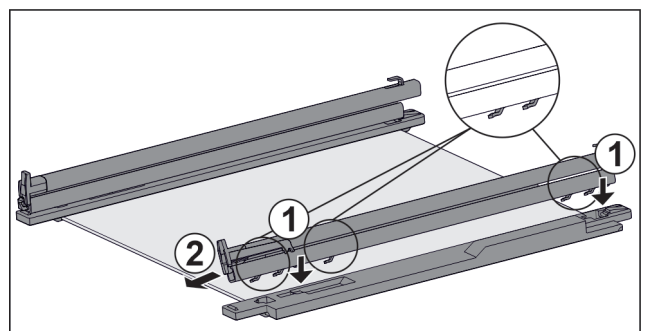

Fig. 54 Glasplaat met rails en vasthouddelen
- ▶ Haken van de rail op de openingen van het **linker** vasthoudddeel plaatsen. Fig. 54 (1)
- ▶ Rail naar voren trekken. Fig. 54 (2)
- ▶ Haken van de rail op de openingen van het **rechter** vasthoudddeel plaatsen. Fig. 54 (1)